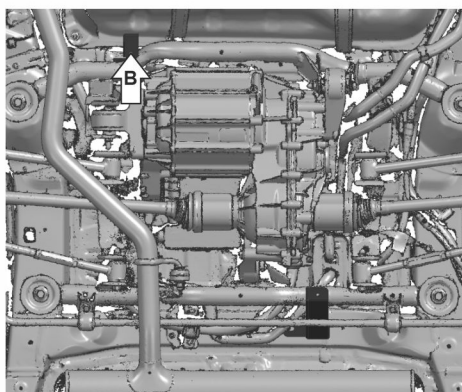

Рис.3
3. Вкрутить болт М6х30 с шайбой 6 на 2-3 оборота в точке (В) (рис.3).